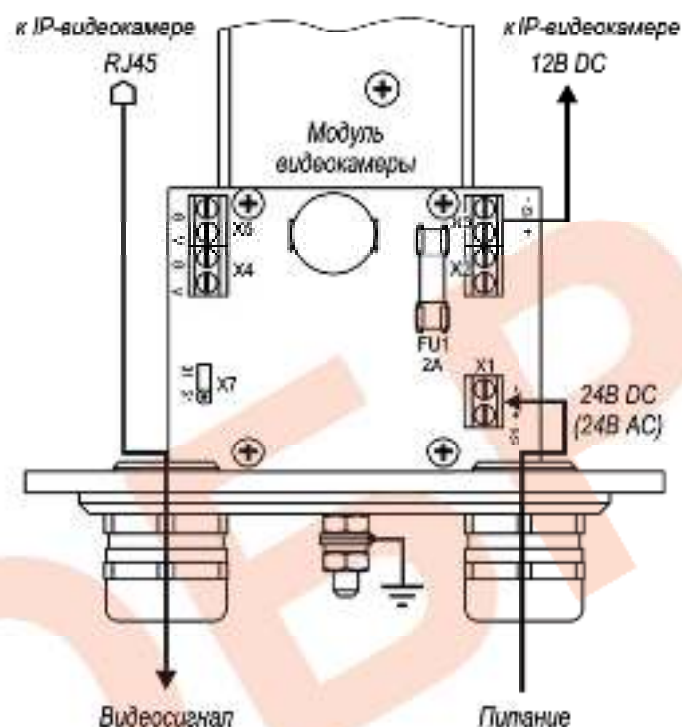

Рис.2 Схема подключения IP-видеокамеры
4. При необходимости изменить мощность обогрева, выкрутить 6 винтов крепления задней крышки гермобокса, выдвинуть модуль видекамеры из кожуха и установить диаметр X7 в нужное положение (рис.2). Установить модуль видекамеры обратно в кожух. Закрутить 6 винтов крепления задней крышки с усилием $5 \pm 0,5 \text{ Нм}$.
Предприятием изготовителем джампер Х7 установлен в положении «31» - мощность обогрева 31 Вт, для изменения мощности на 21 Вт джампер Х7 необходимо переключить в положение «21» (см. рис.2).